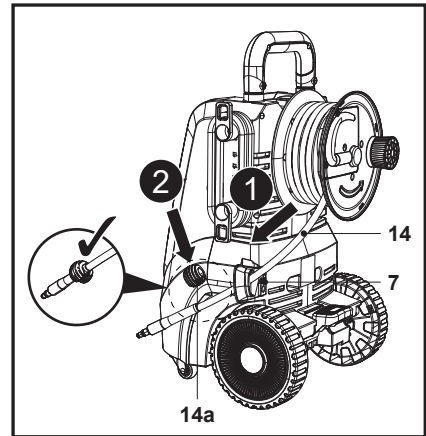

Fig. 4
2. Pase la manguera de presión (14) a través de la guía de la manguera (7) y, a continuación, monte el anillo de retención (14a) en la punta (Fig. 4, pasos 1 y 2).